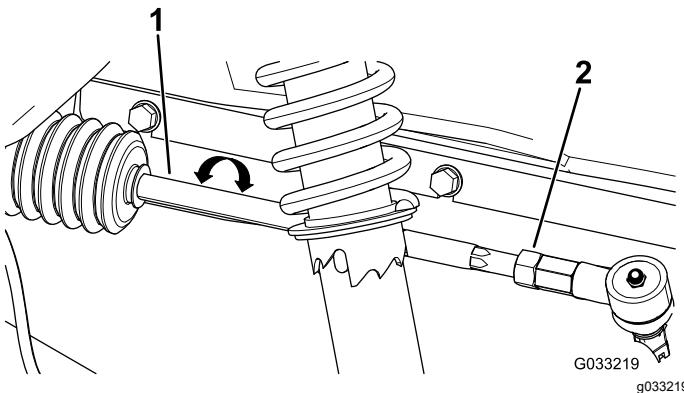

Figure 77
1. Desserrez les écrous de blocage à l'extrémité extérieure des biellettes (Figure 77)